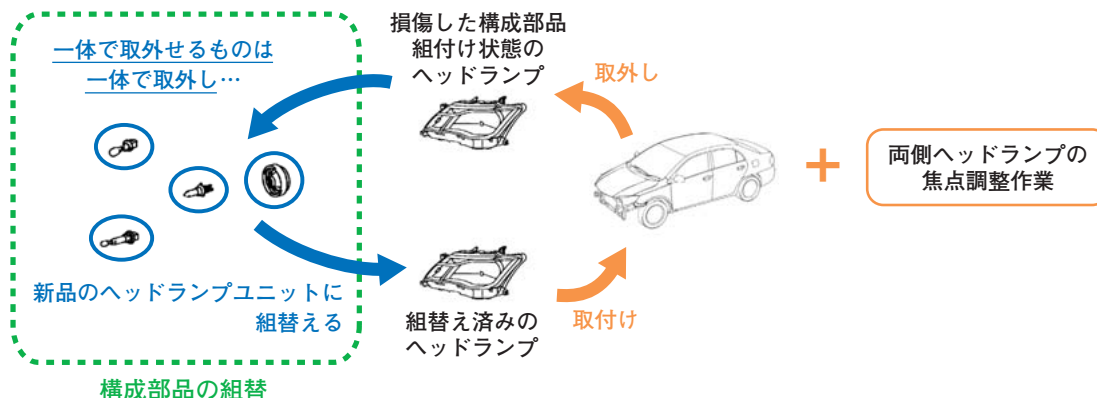

図6 ヘッドランプユニット取替作業のイメージ
- a. 「ヘッドランプ Assy 取替」に加えて「ユニット取替」が設定されています。「ユニット取替」は、構成部品を一体で取外せるものは一体で取外して新しいユニットに組替える作業です (図 6)。